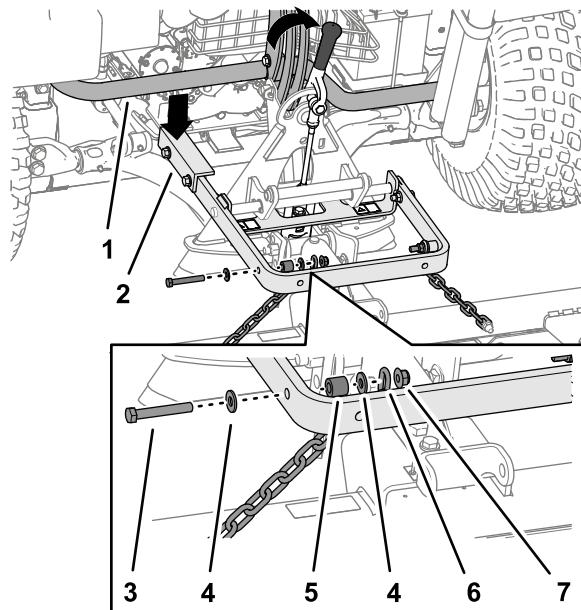

Bild 6
Wichtig: Der lange Arm des Hubarms muss sich unter dem Hinterrahmen der Zugmaschine befinden (Bild 6).
Sie sollten das Anbaugerät immer mit dem Griff hinten am Anbaugerätadapter anheben und bewegen (Bild 6).
5. Befestigen Sie den Oberlenker jeder Kette mit einer Schraube (3/8" x 2 1/2"), zwei Scheiben (3/8" x 7/8"), einem Distanzstück und einer Sicherungsmutter (3/8") an der Außenseite des Hubarms (Bild 6).